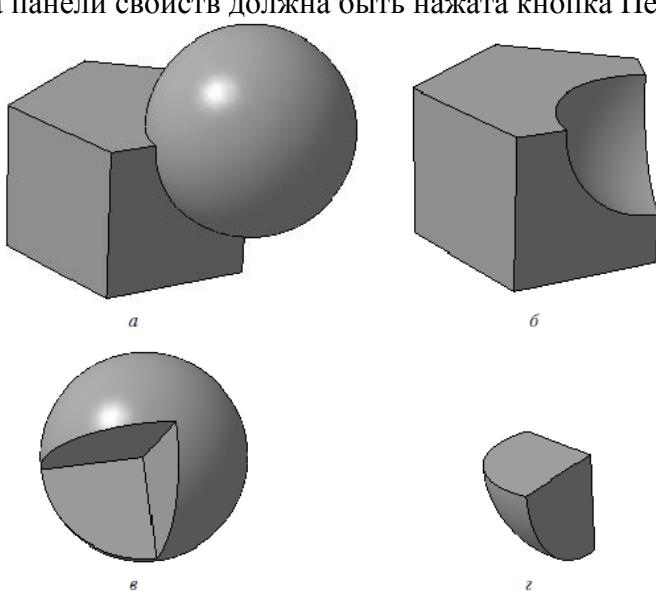
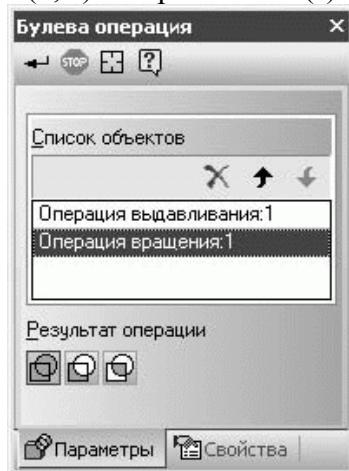

Рис. 3.16. Результат выполнения булевой операции: объединение (а), вычитание (б, в) и пересечение (г)
Рис. 3.17. Изменение порядка выбранных тел в списке объектов булевой операции
- тело, полученное объединением призмы и шара (рис. 3.16, а). Для этого на панели свойств в группе кнопок Результат операции нужно нажать кнопку Объединение
- тело, сформированное в результате вычитания шара из призмы, то есть вычитанием второго тела из первого (рис. 3.16, б). Для этого на панели свойств должна быть нажата кнопка Вычитание
• тело, полученное вычитанием призмы из шара (рис. 3.16, в). Поскольку вычитается всегда второе тело, вам необходимо изменить порядок указания тел. Этого можно добиться двумя способами. Первый – снять выделение с обоих тел, щелкнув на свободном пространстве модели, а затем заново указать тела для булевой операции, сначала щелкнув на шаре, а потом на призме. Второй и более правильный метод – изменить порядок тел в списке Список объектов на панели свойств (в этом списке каждое тело обозначается названием последней выполненной над ним формообразующей операции). Чтобы изменить порядок, выделите одно из тел и переместите его в списке, используя кнопки со стрелками, размещенные в верхней части списка (рис. 3.17);
- тело, сформированное в результате пересечения двух указанных тел (рис. 3.16, г). Для этого на панели свойств должна быть нажата кнопка Пересечение